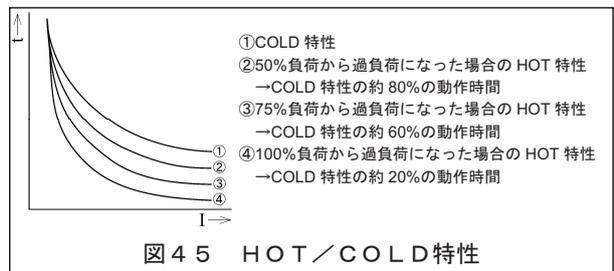

図45 HOT/COLD特性
AGR-21BL (L特性) 形OCRの設定値を表26, 特性を図45~図47に示します。
⑤: ピックアップ電流値とは, OCRが過電流を判定する際のしきい値です。 $[I_n] \times 1.05$ < (ピックアップ電流値) $\leq [I_n] \times 1.2$ の範囲内にあり, ピックアップ電流値を超えると, OCRは引外しの為の時限の計測を始めます。電流が一旦ピックアップ電流値未満になると, 時限の計測は解除されます。
⑥: HOT特性は, ある負荷状態がある程度継続した後に過負荷状態となった時, 通常の長限時引外しの特性 (=COLD特性) よりも短い時間で動作する特性です。出荷時は, COLD特性に設定されています。HOT特性への変更方法は, 5-2-3-6.を参照ください。HOT特性時の負荷状態の記憶は, 制御電源喪失時解除されます。HOT/COLD特性の動作時間を図45に示します。
⑦: 短限時引外し機能は, 長限時引外し機能に対し, 優先動作します。短限時引外しより長限時引外しの時限が小さい領域でも, 短限時引外し機能の時限で動作します。